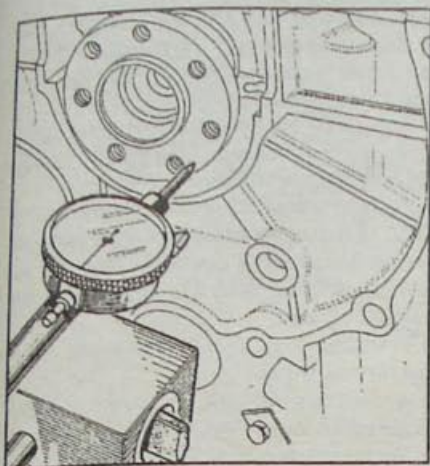

Рис. 1.73. Использование индикатора часового типа для измерения осевого люфта коленчатого вала
- Установите индикатор часового типа на магнитной подставке и проверьте осевой люфт коленчатого вала, который должен составлять 0,070–0,230 мм (рис. 1.73). Если люфт отличается от требуемого, установите упорные полукольца другой толщины.